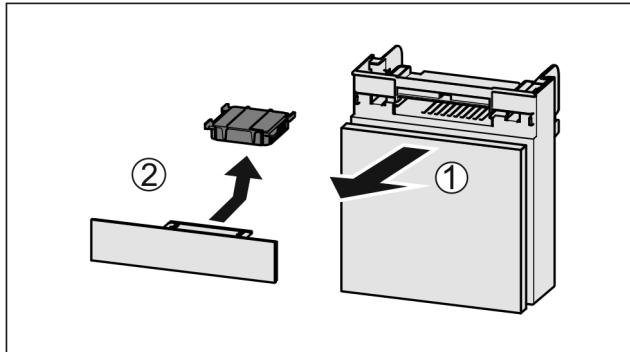

Fig. 134
- Вытянуть Fig. 134 (1) отделение движением вперед.
- Извлечь Fig. 134 (2) фильтра с активированным углем.